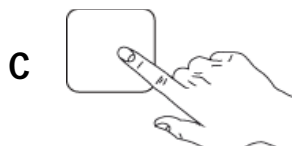

Fig.16
- Pulse el botón "C" inicia el ciclo de lavado. (Fig. 16)